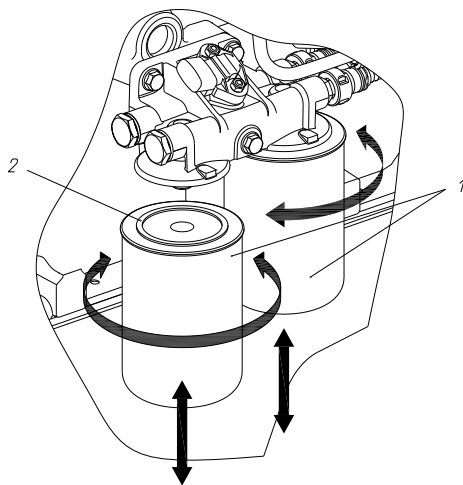

Рисунок 44 – Снятие сменных фильтров для топлива:
2. Отвернуть сменные фильтры для топлива 1 (рисунок 44). В случае затруднённого отворачивания фильтров, использовать специальный съёмник.